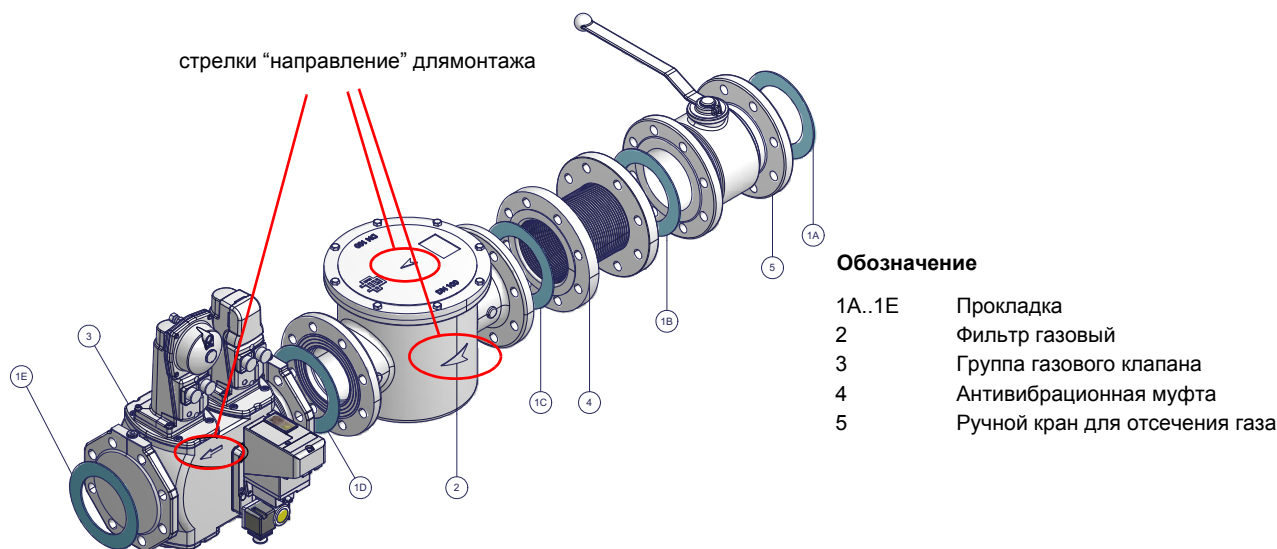

Рис. 2 - Пример газовой ramпы
- 1 - б) при фланцевых соединениях: между соседними компонентами устанавливать прокладку (1A..1E - Рис. 2), совместимую с используемым газом,
**ВНИМАНИЕ:** после монтажа газовой ramпы согласно схеме на Рис. 2, необходимо провести тестирование на герметичность газового контура, согласно требований действующих нормативов.
**ВНИМАНИЕ:** после монтажа газовой рапы согласно схеме на Рис. 2, необходимо провести тестирование на герметичность газового контура, согласно требований действующих нормативов.
- 1 - б) при фланцевых соединениях: между соседними компонентами устанавливать прокладку (1А..1Е - Рис. 2), совместимую с используемым газом,
**ВНИМАНИЕ:** после монтажа газовой рампы согласно схеме на Рис. 2, необходимо провести тестирование на герметичность газового контура, согласно требований действующих нормативов.